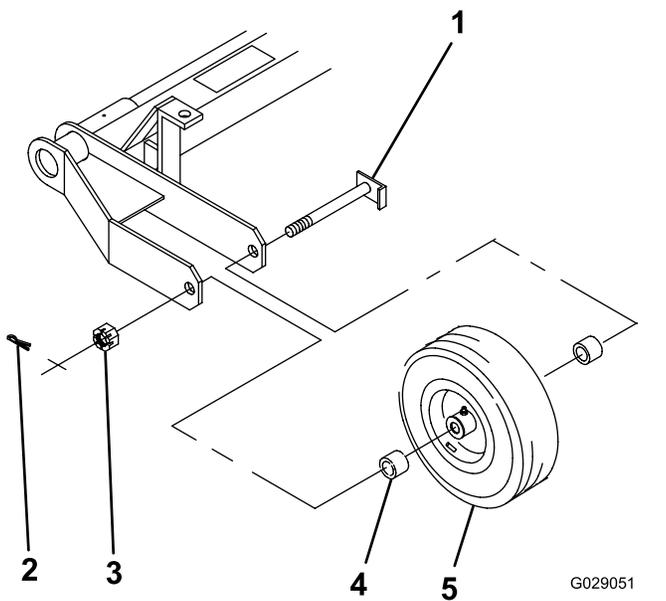

Bild 3
1. Setzen Sie die Räder und zwei Distanzstücke (eines an jeder Seite der Radnabe) zwischen den Rahmen, wie in Bild 3 abgebildet.
2. Stecken Sie die Achse durch den Rahmen, die Distanzstücke und das Rad (Bild 3).
3. Schrauben Sie die Schlitzmutter auf die Achse (Bild 3) und ziehen sie mit einem Schraubenschlüssel auf ein Drehmoment von 8-20 Nm an.
7. Setzen Sie den Splint ein (Bild 3).